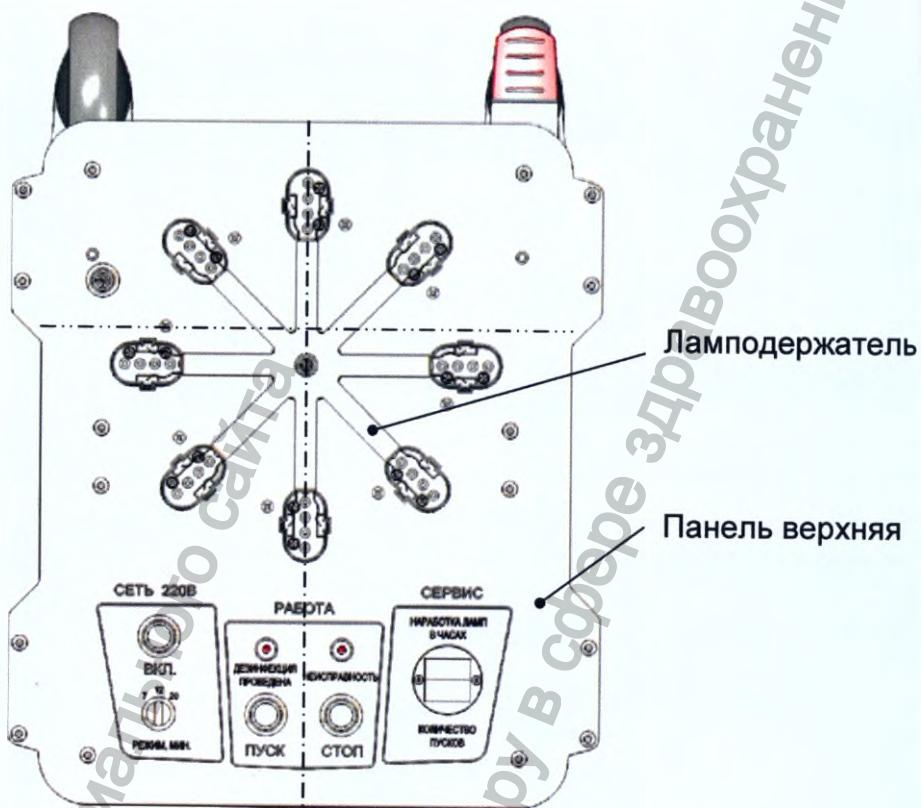
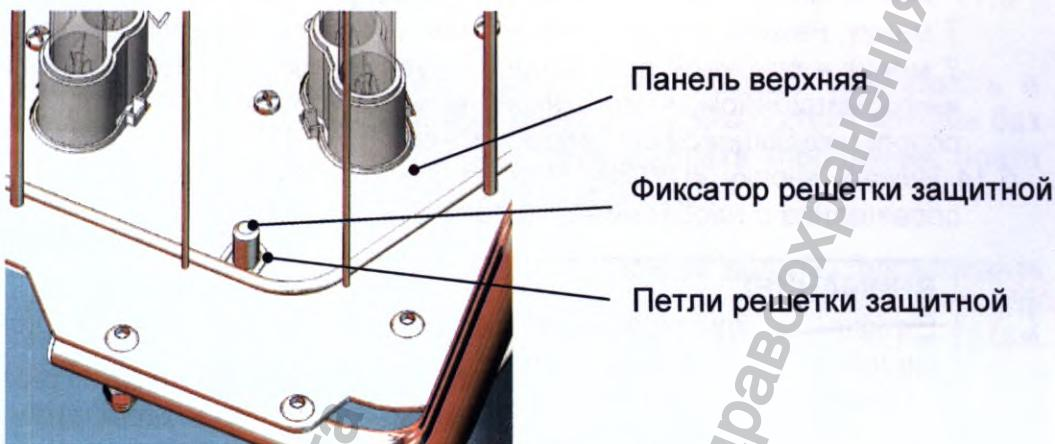
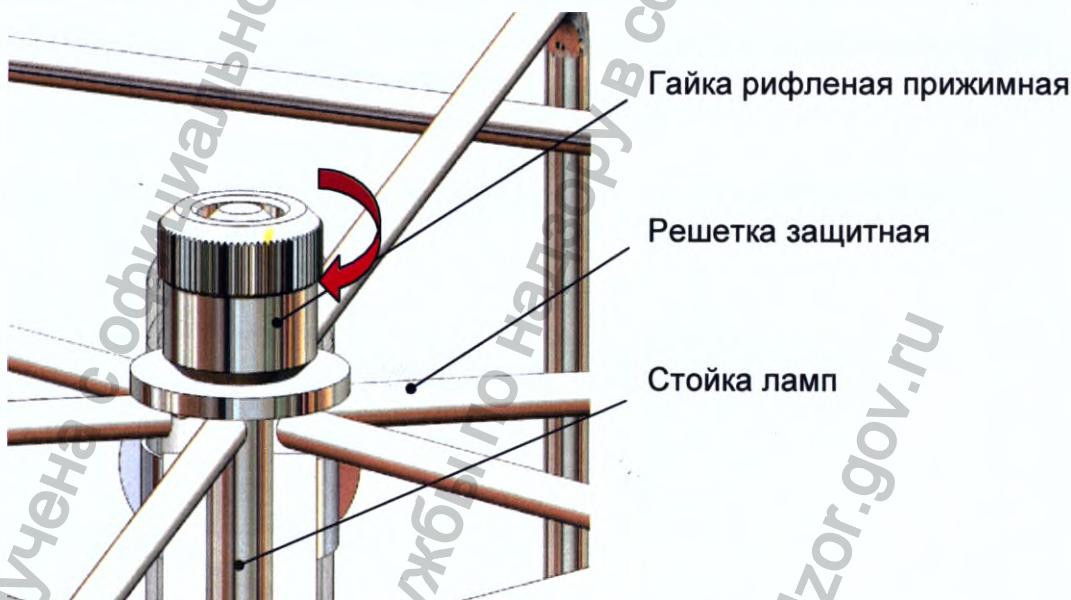

Рис. 20. Правильное угловое положение ламподержателя.
Рис. 22. Установка решётки защитной.
Рис. 23. Фиксация решётки защитной
Выставить правильное угловое положение ламподержателя относительно верхней панели установки в соответствии с рис. 20, и окончательно затянуть гайку М16 гаечным ключом S13.
- 6.7 Установить решетку защитную на верхнюю панель: верхнее центрирующее отверстие решётки совместить со стойкой ламп, а петли решётки – с фиксаторами, расположенными на верхней панели (рис. 22).
- 6.8 Зафиксировать решетку защитную гайкой рифлённой прижимной (рис. 23). Гайку закручивать вручную, без применения инструмента, до контакта с решёткой. При транспортировке гайка рифлённая прижимная зафиксирована на стойке ламп.
- Установить решетку защитную, зафиксировав ее прижимной гайкой (п.6.7 рис. 22 и п.6.8 рис. 23).
- Установить решетку защитную, зафиксировав ее прижимной рифлённой гайкой (п.6.7 рис. 22 и п.6.8 рис. 23).
- Установить защитную решетку на панель верхнюю, при этом стойка ламп должна проходить сквозь центрирующее отверстие в верхней части решётки, а каждая петля решётки была надета на ответный фиксатор на панели верхней (рис. 20 и рис.22).
- Слегка прижать решетку к панели, закрутив гайку рифлённую прижимную рис. 23.